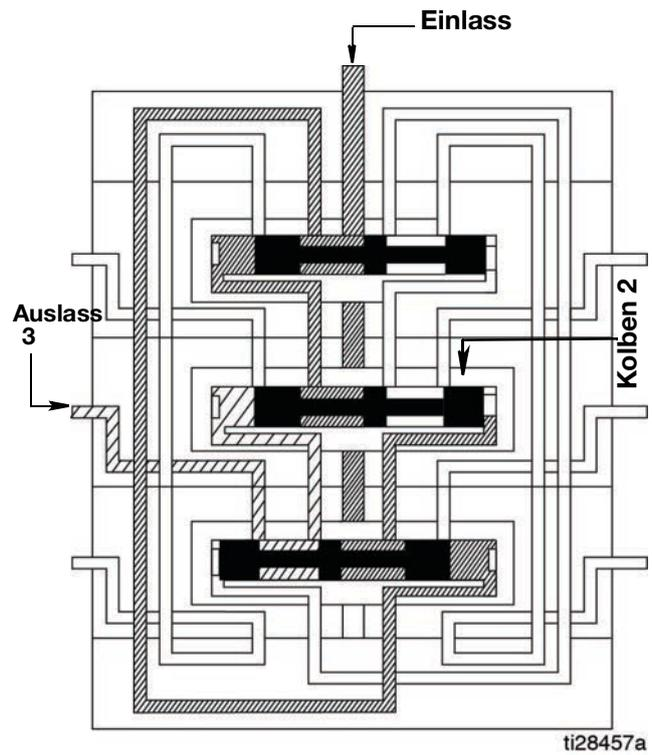

ABB. 14
2. Kolben 2 öffnet sich und fördert Schmiermittel zu Ausgang 3 (ABB. 14).